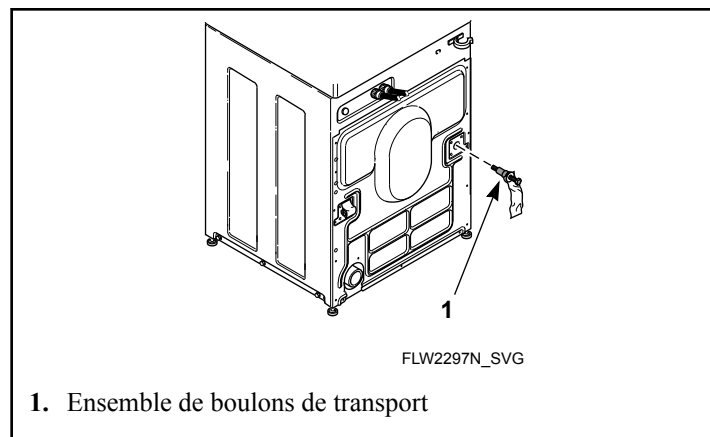

Figure 39
7. Insérer les groupes de boulons de transport dans chacun des trous à cette fin. Se reporter à la Figure 39 .